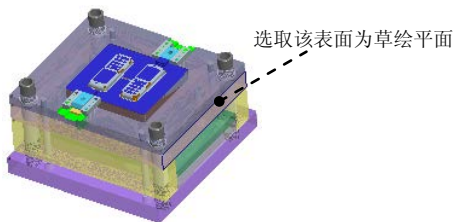

图 31.79 定义草图参考
Step3. 定义顶杆。单击 **EMX 元件** 功能选项卡 **顶杆** 控制区域中的“顶杆”按钮 ，系统弹出“顶杆”对话框；在“顶杆”对话框  的下拉列表中选择 **hasco** 选项，定义顶杆直径为 2.0，定义顶杆长度为 125.0，在对话框中选中 ☒ **按面组/参照模型修剪** 复选框，单击 **(1) 点** 下面区域的 **选取项目** 选项使其激活，系统弹出“选择”对话框，选取 Step2 创建的任意一点，单击 **确定** 按钮，关闭对话框。
Step4. 创建潜伏式浇口。单击 **模型** 功能选项卡 **切口和曲面** 区域中的  旋转按钮，此时系统弹出“旋转”操控板；选取 MOLD_RIGHT 基准平面为草绘平面，然后选取图 31.79 所示